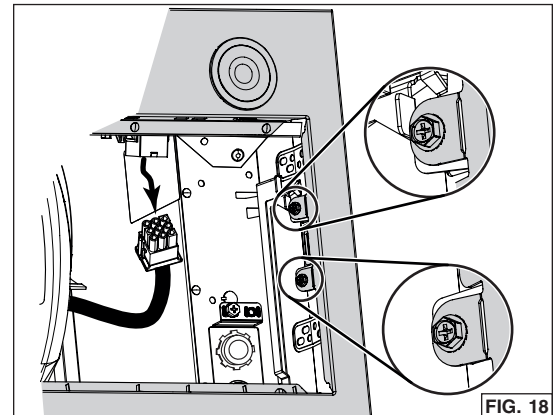

FIG. 18
6. Desenchufe el cable del ventilador de su conector en el panel frontal. Quite el panel frontal del aparato retirando los 4 tornillos de sujeción (dos por lado, rodeados en la FIG. 18) de la carcasa del aparato. Poner el panel frontal y los tornillos a un lado.